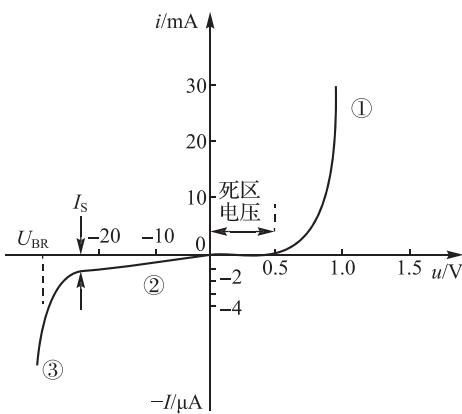

图 1-11 硅二极管的伏安特性
二极管的伏安特性如图 1-11 所示(以硅管为例),可分为以下三个部分。
由图 1-11 的第①段可见,在二极管的正向特性的起始部分,当外加正向电压较小时,外电场还不足以克服 PN 结内电场对多数载流子造成的阻力,因此,这时的正向电流几乎为零,二极管呈现很大的电阻,这个电流为零的范围称为死区,相应的电压称为死区电压。死区电压也称为门限电压或阈值电压。一般硅管的死区电压约为 0.5 V, 锗管的死区电压约为 0.1 V。当外加正向电压大于死区电压后,内电场被削弱,正向电流迅速增加,二极管正向导通后,外加电压稍有增加,电流即有很大增加,这时二极管呈现的电阻很小。一般情况下,硅管的正向导通压降为 0.6~0.8 V, 典型值可取 0.7 V; 锗管的正向导通压降为 0.2~0.4 V, 典型值可取 0.3 V。
二极管的反向特性对应图 1-11 中的第②段。二极管的 PN 结在反向电压作用下,由少数载流子漂移形成的反向电流很小,在反向电压不超过某一范围时,反向电流基本恒定,故通常称为反向饱和电流,此时二极管处于截止状态。在同样的温度下,硅管的反向电流比锗管小。正常情况下硅管的反向电流约为  $1 \mu\text{A}$  至几十微安, 锗管的反向电流可达几百微安。
当反向电压继续增加到某一值时,反向电流急剧增大,称为反向击穿,此时,二极管两端的反向电压几乎不变,该电压称为反向击穿电压,用  $U_{BR}$  表示。反向击穿特性对应图 1-11 中的第③段,反向击穿后二极管就失去了单向导电性。